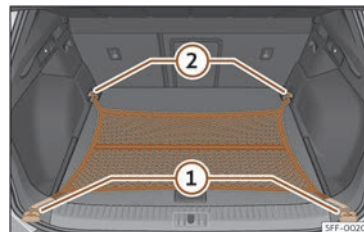

Fig. 192 În portbagaj: plasa pentru bagaje prinsă la nivelul podelei.
- Fixați cârligele plasei pe inelele de ancorare >>> **fig. 192** ① și ② >>> ⚠. Fermoarul bagajelor trebuie îndreptat în sus.